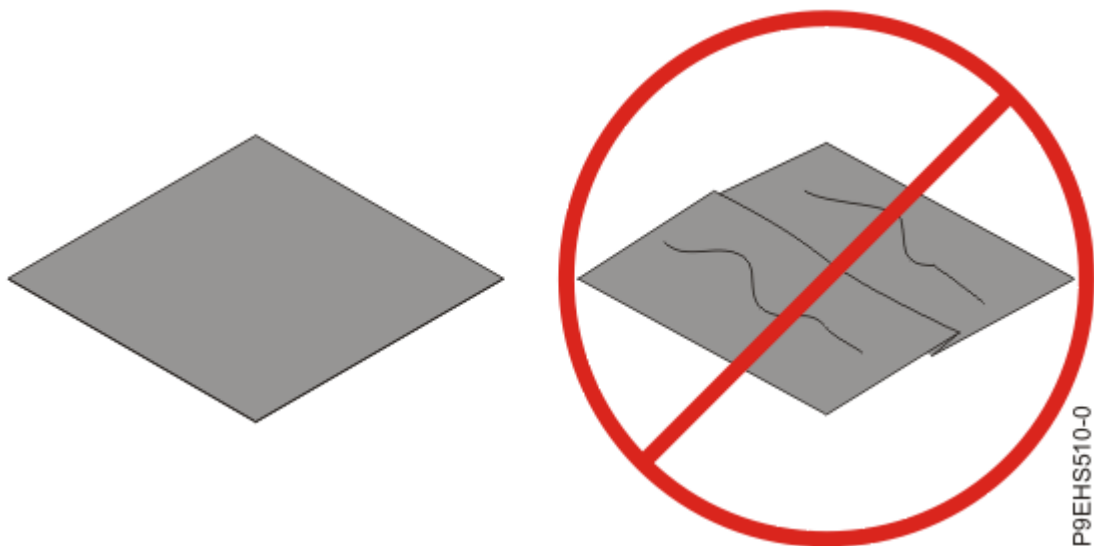

図 64. 熱伝導材料の検査
16. 熱伝導材料 (TIM) を調べて、目に見える損傷がないか確認します (83 ページの図 64 を参照)。折り目、裂け目、曲がりが見られたり、TIM に疑念を覚えたりする場合は、TIM を取り替えてください。